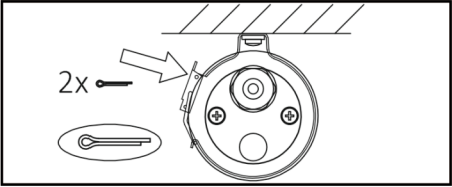
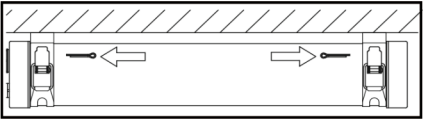
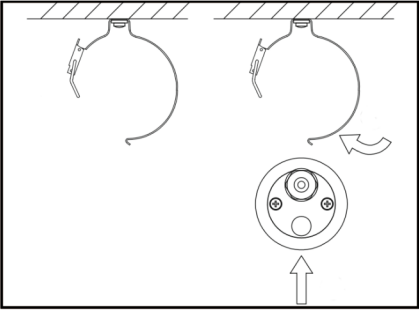

Рис. 3
Рис. 4
Рис. 2
- 5.12 Закрепите скобы на поверхность установки и вставьте в скобы осветительный прибор (рис. 2). **Внимание!** Для надежной фиксации осветительного прибора необходимо использовать шпильки, которые входят в комплект поставки (рис.3). Для жесткой фиксации положения скобы шпильки необходимо установить в боковые отверстия в замках на скобах (рис. 4).